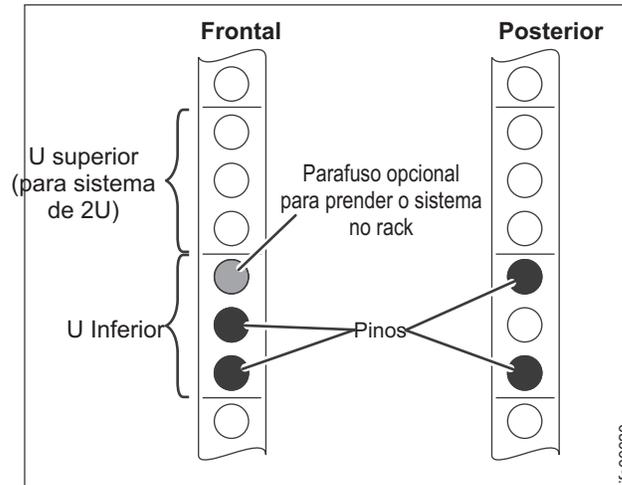

Figura 37. Localize um Espaço de 2U na Seção Inferior do Rack.
2. Selecione um espaço de 2U disponível no rack para instalar os módulos de arquivo. Consulte Figura 37.